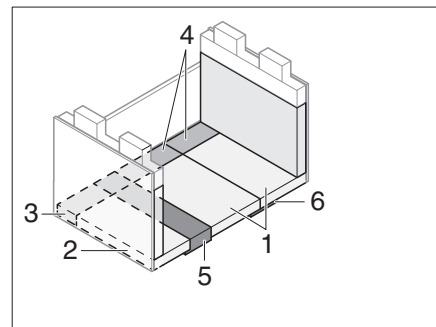

Fig. 183 Después de la transformación
- Colocar cojín del asiento, cojín del respaldo y cojín adicional como se muestra en Fig. 183.
- ▷ Para lograr un mayor confort de reposo, se puede quitar el relleno del cojín del respaldo (Fig. 183,2).